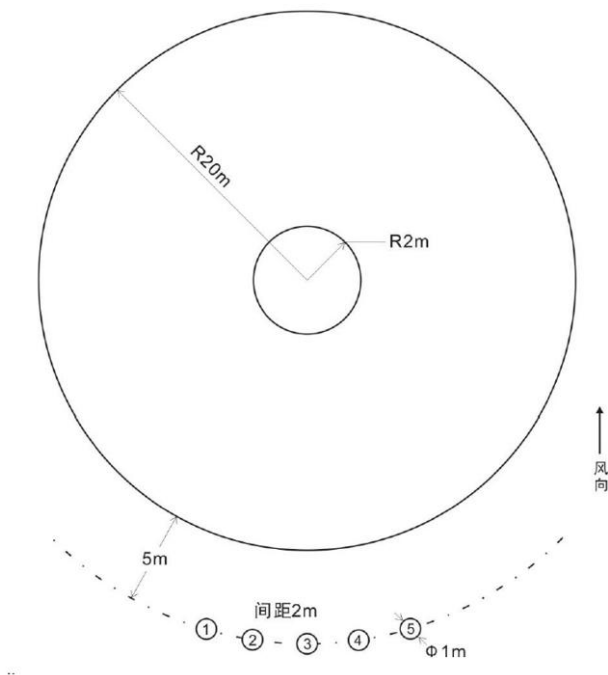

图 I.3 线操纵类模型飞机飞行（四）测试场地示意图
I.1.1.3.1 测试场地为室外场地，直径不小于 50m 的圆形场地；测试场地示意图见图 I.3。